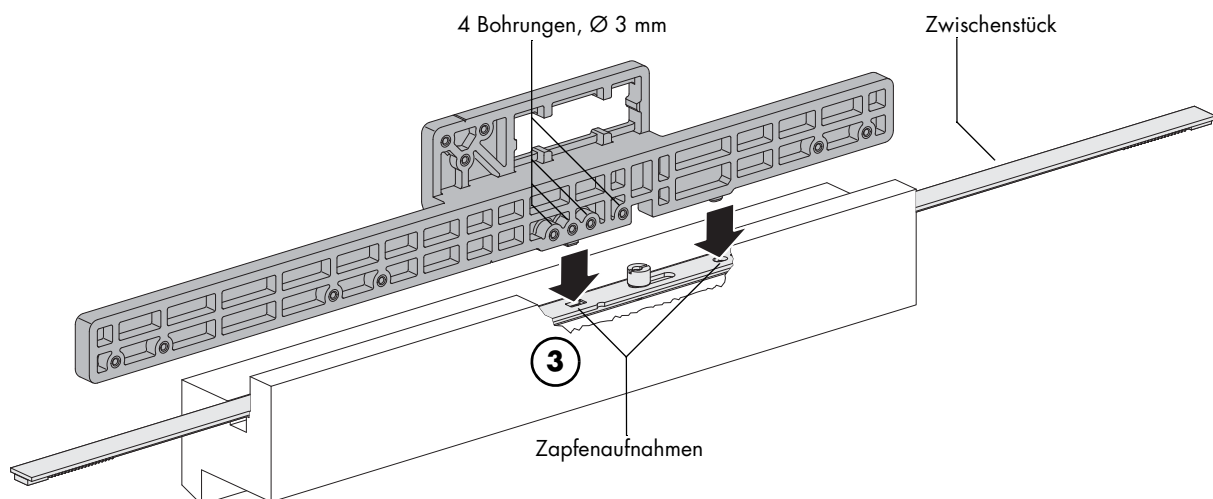

Abb. 3: Bohrungen mit Bohrlehre am Holzprofil
- Bohrlehre mit beiden Positionierungszapfen in die Zapfenaufnahmen des Zwischenstücks positionieren (Abb. 3).